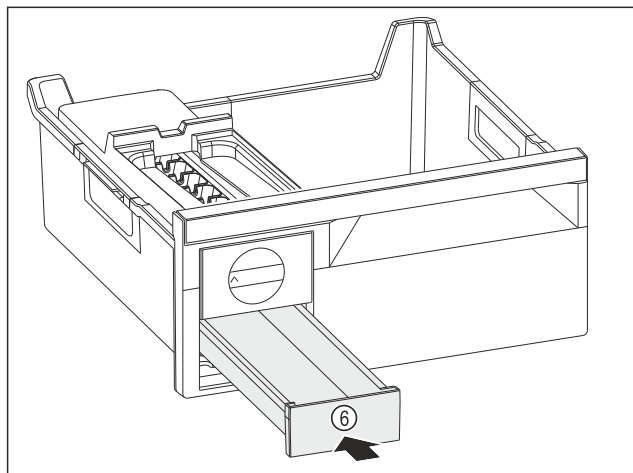

Fig. 83
- ▶ Introducir el cajón para cubitos de hielo Fig. 83 (6).